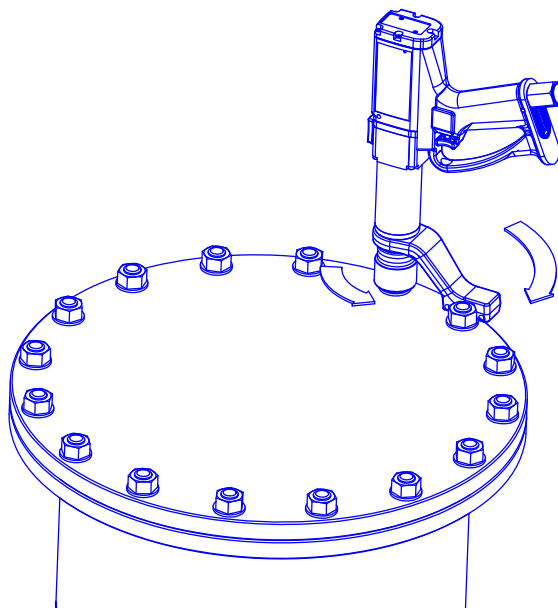

Abb. 9: Befestigungselemente mit Rechtsgewinde lösen
- 2.3 Drehen Sie den Griff in eine bequeme Arbeitsstellung. Setzen Sie das Werkzeug an der zu lösenden Verbindung so an, dass die Drehmomentstütze gegen den Stützpunkt gedrückt wird. Siehe Abb. 9.